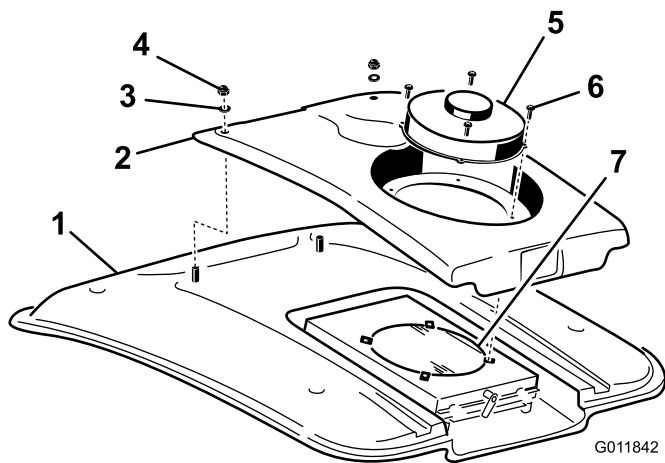

図 104
2. ファン取り付け部にファンとコンデンサを固定しているねじ（4本）を外す（図 104）。
4. コンデンサカバーの前部をキャブの屋根に固定しているナット(2個)とワッシャを外す(図 104)。
8. スクリーンを圧縮空気ですていねいに洗浄する(図 104)。